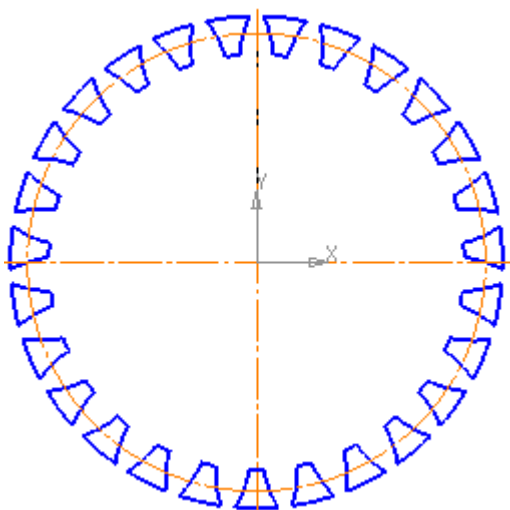

Рис.7
- эскиз зубчатого венца в плоскости обода колеса; (Рис.7)
Эскиз зубчатого венца колеса в данном случае будет состоять из одинаковых равномерно расположенных по окружности замкнутых контуров (Рис.7), каждый из которых является контуром впадины зубчатого венца. Количество этих контуров соответствует числу зубьев (или впадин) колеса.